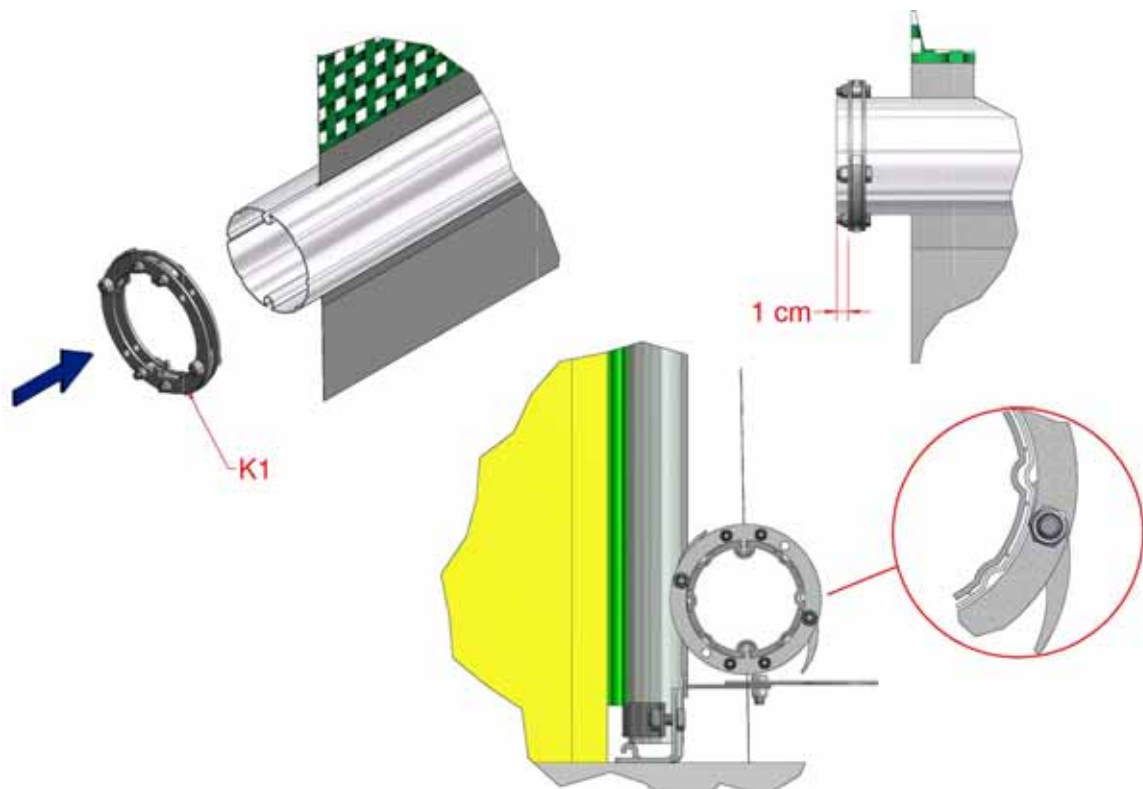

Abbildung 15a: Sicherheitskupplung
- 4.2 Sicherheitskupplung (K1) so auf das antriebsseitige Ende des unteren Rollrohrs aufschieben, dass die Positionierungsösen auf die Rillen im Rohr ausgerichtet sind. Dabei auf die in Abbildung 15a gezeigte Drehrichtung achten (die Sicherheitsklinken müssen wie gezeigt öffnen).